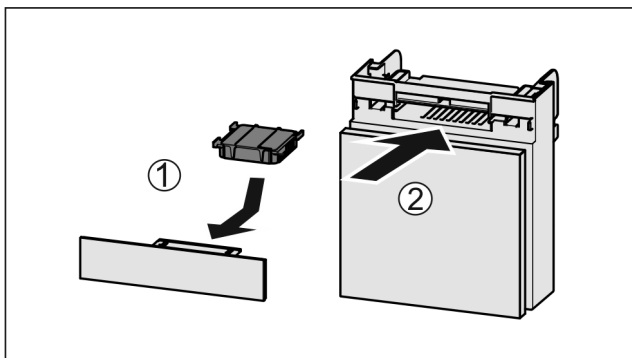

Fig. 119
- ▶ Vložte aktívny uhlíkový filter podľa obrázka Fig. 119 (1).
- ▶ Zasuňte zásuvku Fig. 119 (2).